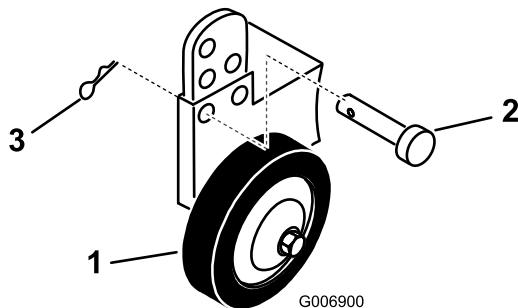

Figura 8
- A. Retire el pasador y la chaveta para cambiar de taladro (Figura 8).
- B. Seleccione una posición de taladro en la cual la rueda niveladora esté separada del suelo como mínimo 10 mm para la altura de corte a utilizar (Figura 8).